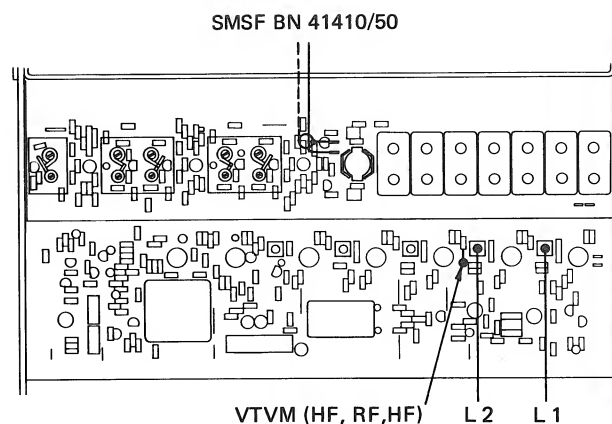

Fig. 4.5. — 2
4.5.4. VTVM mit HF-Tastkopf an Eingang von IC 4 (220 Ohm) anschliessen. Kreis 3 (blau) auf Maximum-Anzeige (ca. 0,8 V) abgleichen (Fig. 4.5. — 3).
All tuning slugs must be so positioned that the tuning maximum occurs when they are in their upper position (see figure 4.5. — 1).